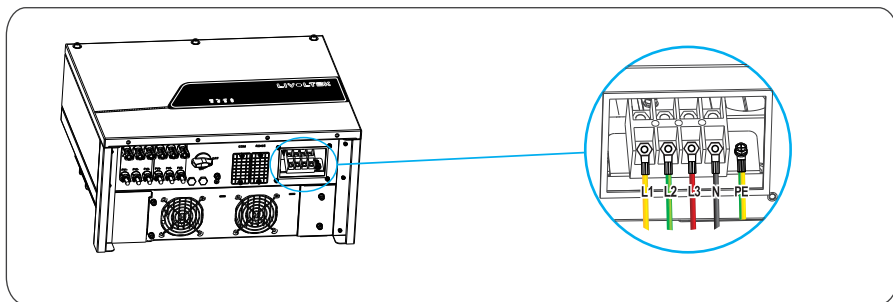

Figura 5.6 Aperte o fio CA
Passo 3 Afrouxe a trava de quatro parafusos na porta de SAÍDA CA e conecte L1, L2, L3, N e PE através da tampa do terminal de SAÍDA CA ao bloco terminal, use uma chave de fenda para apertar os parafusos com um torque de $3 \text{ N} \cdot \text{m}$, conforme mostrado na Figura 5.6.